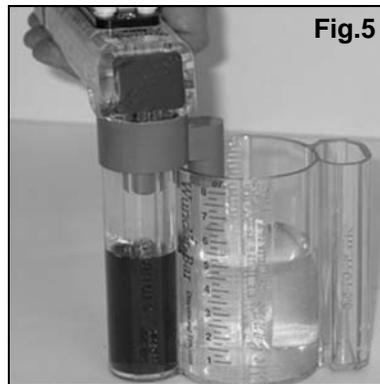

Fig.5
Deberá ajustar el Brix en su dispensador *Wunder-Bar*® Mecánico con manguera flexible antes de usarlo. Para ello, use un separador de Jarabe y Vaso de Brix *Wunder-Bar*® (Fig.5) o un refractómetro. Los productos dietéticos no contienen azúcar, de manera que deberá usar el separador con el vaso de Brix.
Una vez haya ajustado los flujos del agua y la soda, puede ajustar el brix del producto. El botón "L" corresponde a la posición "L" en el manifold. El producto identificado por la etiqueta "C" corresponde a la posición "C", "T" con "T", etc. Los tornillos del brix del jarabe se ajustan de la misma forma que los tornillos para Agua y Soda: el sentido antihorario (hacia afuera) aumenta el flujo; en sentido horario o hacia adentro, se disminuye el flujo de jarabe. La proporción más usada en bebidas de Post-Mix es 5:1 (5 partes de soda o agua a 1 parte de jarabe). Sin embargo, algunas bebidas especiales tienen proporciones de 5.5:1 o más altas. Algunos jugos y mezcladores tienen proporciones muy bajas: 1:1 a 2:1. Lea siempre la etiqueta del BIB (Bag-In-Box) antes de comenzar. Las instrucciones para la mezcla están en la etiqueta. La cámara pequeña del vaso de brix (para el jarabe) debe llenarse hasta la línea de 1 oz. en el mismo tiempo que toma llenar la cámara de agua o soda — confirmando la proporción 5:1 del brix (Fig.5). Si el producto es del tipo 4:1, la cámara pequeña se llenará en el mismo tiempo, pero el agua o soda llegarán hasta la marca de 4 onzas. Repita la operación hasta ajustar el brix de todos los productos.
5. Ajuste la proporción de Soda/Agua a 5:1 para la mayoría de productos carbonatados. Otras proporciones están identificadas en las etiquetas de sus BIB. Sin embargo, algunas bebidas especiales tienen proporciones de 5.5:1 o mayores. Algunos jugos y mezcladores tienen proporciones muy bajas, por ejemplo de 1:1 - 2:1. Antes de comenzar, lea las especificaciones para las proporciones indicadas en la etiqueta de su BIB (Bag-In-Box). La cámara pequeña (lado del jarabe) del vaso de brix debería llenarse hasta la marca de 1 onza en el mismo tiempo que toma que la cámara grande se llene hasta la marca de 5 onzas— confirmando así la proporción de brix de 5:1 (**Fig.5**). Si el producto tuviese una proporción de 4:1, la cámara pequeña se llenará hasta la misma marca de 1 onza, mientras la cámara grande se llena hasta la marca de 4 onzas. Repita la operación hasta que todos los productos tengan su proporción correcta.